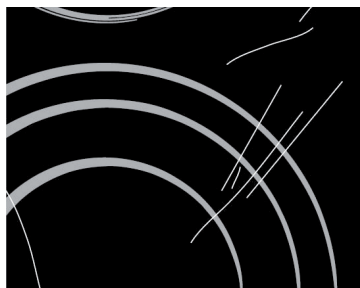

FIGURE 9
**Essuyez la poussière** ou les dépôts éventuels de la surface vitrocéramique et du fond des récipients avant chaque utilisation car ils pourraient abîmer la table de cuisson (Figure 9).
Attention : les tampons métalliques, les éponges et détergents abrasifs, les produits agressifs en aérosol et les nettoyeurs liquides non appropriés peuvent abîmer la surface (Figures 9 et 10).